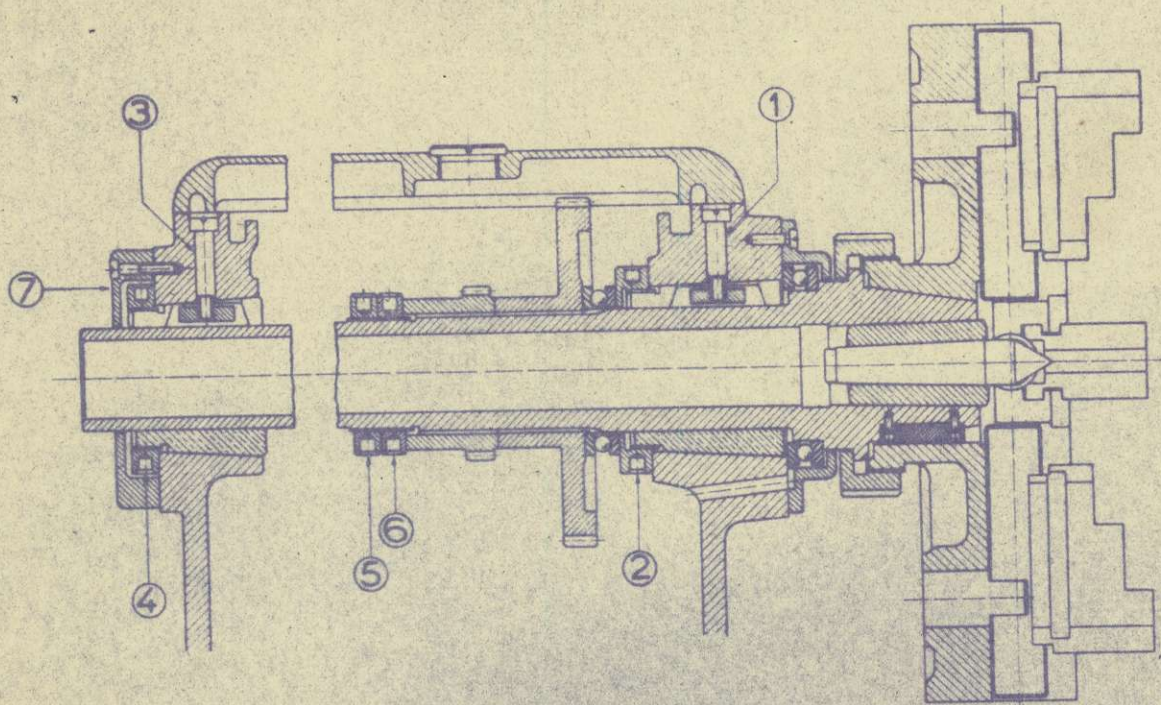

Fig. 12
**d) RÉGLAGE DES COUSSINETS :** (Rattrapage du jeu). — Fig. 12.
**e) RÉGLAGE DES BUTÉES A BILLES :** (Rattrapage du jeu). Fig. 12.